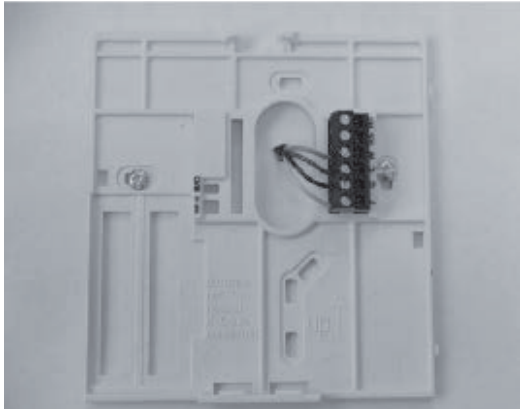

Fig. 2 - Asegurar los cables en la regleta de conexiones
7. Regular la longitud y el recorrido de cada cable para que llegue al bloque de terminales y conectores ubicado en la base de montaje con 6,5mm de cable extra. Desnudar sólo 6,5mm de aislamiento en cada cable para evitar que los cables adyacentes cortocircuiten entre sí al ser conectados. Ver fig. 2.